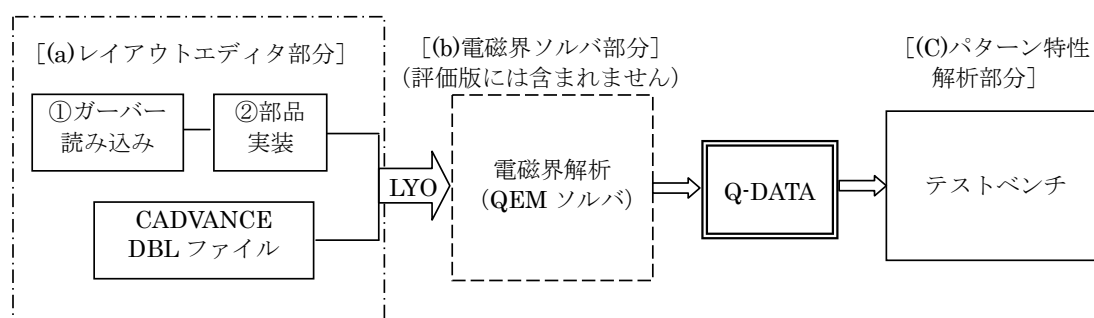

図1 ソフトウェア構成図
S-NAP PCB Suite のソフトウェアの全体構成は図1のように、(a)レイアウトエディタ部、(b)電磁界ソルバ部分、(c)プリントパターンの電気的特性解析部分の3ブロックに分かれています。
評価版は図 1 において「QEM ソルバ」部分以外が含まれています。サンプルとしての Q-DATA が含まれており、そのデータのみでテストベンチを稼働させることができます。
サンプル Q-DATA 以外のデータでテストベンチを動作させたい場合、弊社に依頼を頂ければ、**有償**で出力サービスを行います。この場合基本的には、図 1(a)の部分の作業を行っていただき、LYO ファイルをお送りいただきます。
(※図 1(a)の作業もご依頼されたい場合は別途ご連絡ください。)
- (1) 図 1(a)の部分の作業を行っていただき、完成した LYO ファイル。素子定数設定作業も完了してください。
- (2) 印加信号設定を行った際に作成される「DB_TEMP_SOURCE.snb」ファイル
※ 図 1(a)の作業もご依頼されたい場合は別途ご連絡ください。有料にて上記項目の作業を承ります。